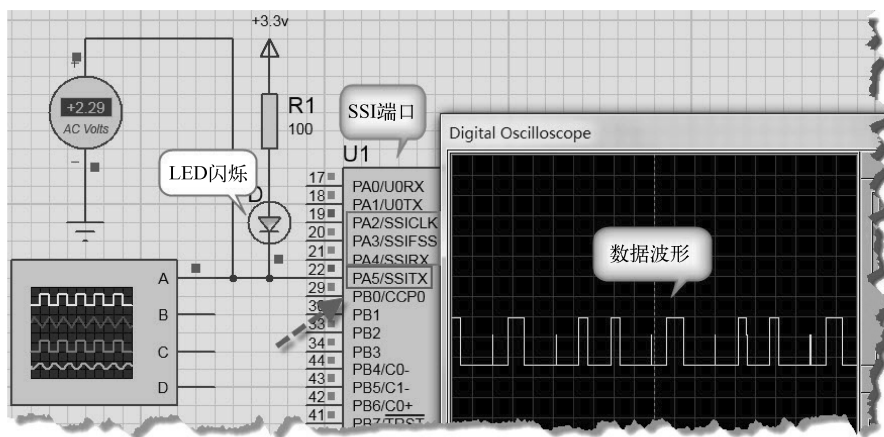

图 9-14 在 Proteus 中观察到的数据测试波形和 LED 灯的闪烁
- 7) SSI 数据传输程序的测试结果如图 9-14 所示。